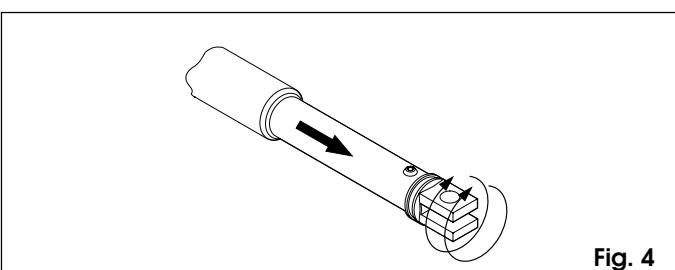

Fig. 4
- Sortir complètement la tige jusqu'en butée (fig. 4).
- tourner de deux tours dans le sens des aiguilles d'une montre la tige de l'opérateur (fig. 4).